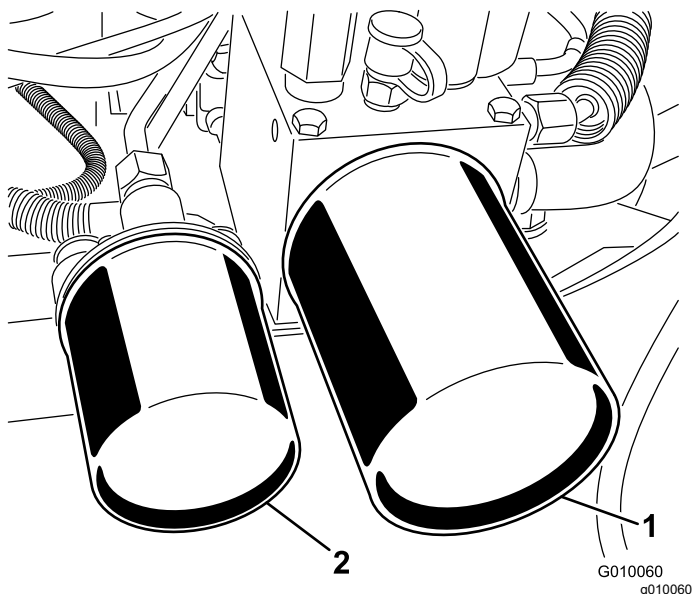

Figura 64
2. Coloque un recipiente bajo los filtros, retire los filtros usados y limpie con un paño la superficie de la junta del adaptador del filtro (Figura 64).